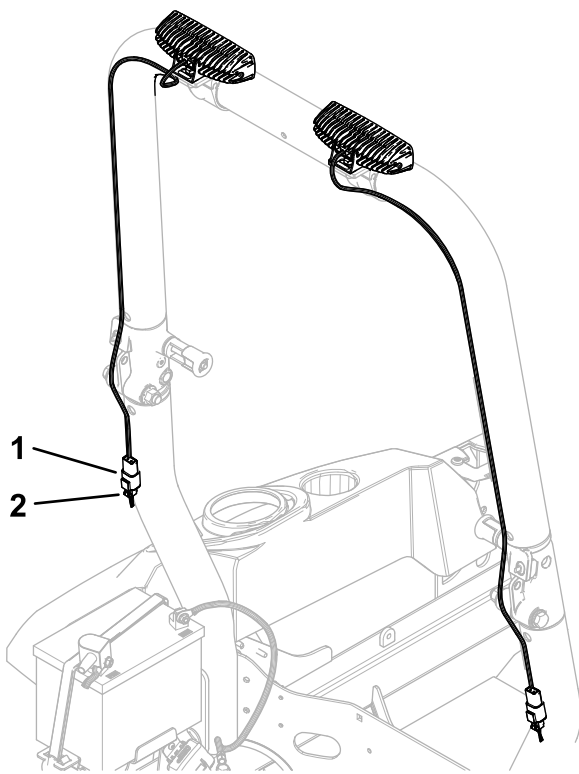

Figura 3
4. Collegate i 2 connettori del cablaggio delle luci LED al cablaggio della luce principale (Figura 3).